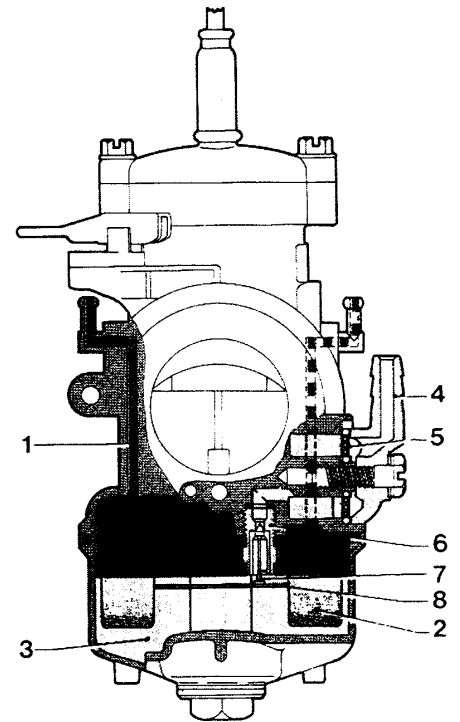

Bild 9
Kraftstoff aus dem Kraftstoffbehälter erreicht den Vergaser (Bild 9) durch eine Öffnung, in der ein Nadelventil arbeitet, das durch den Schwimmer (2) gesteuert wird.